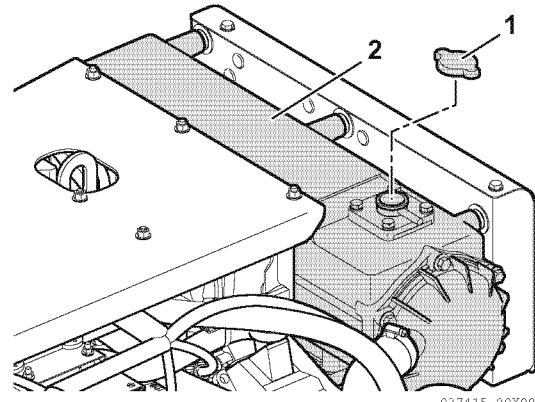

Figure 6
- Allentare il tappo del bocchettone di rifornimento (**Figure 6**, (1)) del serbatoio del liquido di raffreddamento per scaricare la pressione e poi togliere il tappo.
- Versare lentamente il liquido di raffreddamento nel relativo serbatoio (**Figure 6**, (2)) per evitare la formazione di bolle d'aria. Versare finché il liquido non fuoriesce dal bocchettone di rifornimento.